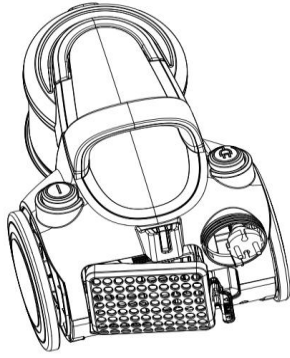

Fig.10
- 1) Como mostra na Fig.10, pressione o botão da rede